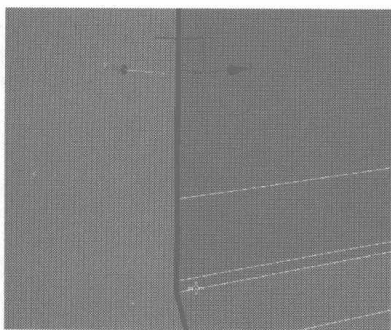
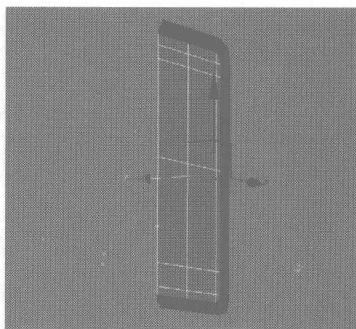
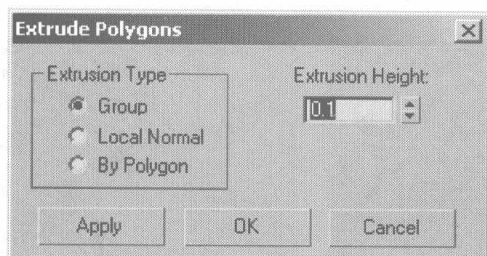

图 4.102
图 4.103
图 4.104
- 41** 选择显示屏内侧的边框面，将其删除，如图 4.102 所示。再选择其外边框，如图 4.103 所示，在 Edit Polygons 卷展栏中单击 **Extrude** 右侧的小按钮，在弹出的对话框中设置挤压参数，如图 4.104 所示，同样再删除挤压面后的内侧面。